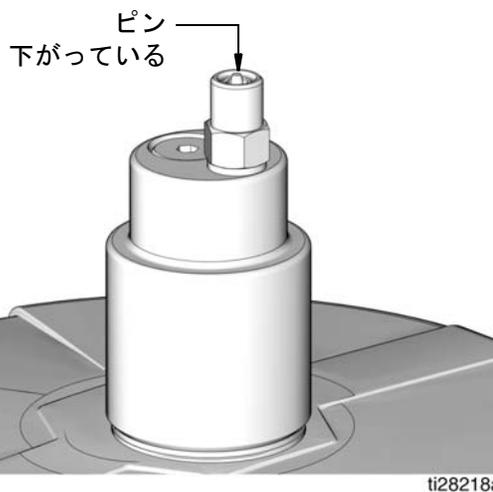

図 25
1. 圧力開放ノブ (T) を引き出し、充填マニホールド (N) と自動充填遮断バルブ (B) 間のライン圧が解放されるまで引き続けます。
2. 自動充填遮断 (B) ピンが下がっており、リセットを示していることを確認します (図 25)。